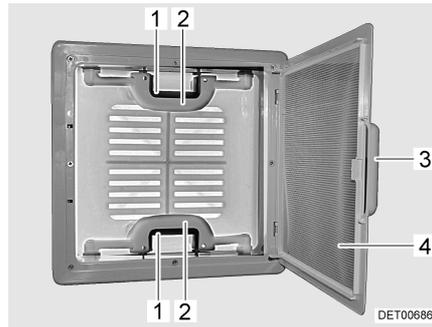

Bild 22 Dachhaube mit Schnappverschluss
- Am Griff (Bild 22,3) ziehen.
- Insektenschutz (Bild 22,4) nach unten klappen.
- Schnappverschluss (Bild 22,1) zur Innenseite der Dachhaube drücken. Gleichzeitig mit dem Griff (Bild 22,2) die Dachhaube nach oben drücken.
- Insektenschutz (Bild 22,4) nach oben schwenken, bis er einrastet.
- An beiden Griffen (Bild 22,2) die Dachhaube kräftig nach unten ziehen, bis beide Schnappverschlüsse (Bild 22,1) eingerastet sind.